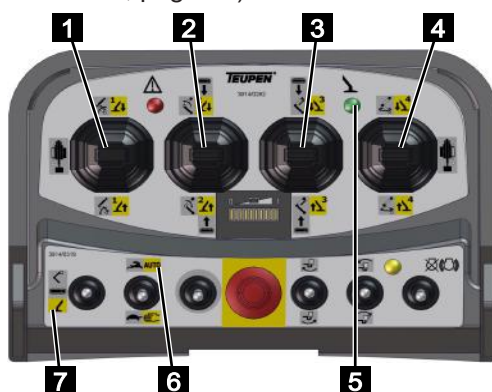

Fig. 80
2. Mettre le sélecteur de fonction sur [Fonctions des appuis] (jaune) (Fig.80/7).
3. Mettre le sélecteur du mode de service (Fig.80/6) sur automatique.
4. Commander les appuis avec les leviers de commande (Fig.80/1, 2, 3 ou 4) suivant le tableau ci-après.
5. Le voyant vert (Fig.80/5) est allumé en continu si l'appui est correct.
| Pousser le levier de commande (Fig.80/1, 2, 3 ou 4) vers l'avant. |             | Appuis 1,2,3 et 4 descendent |